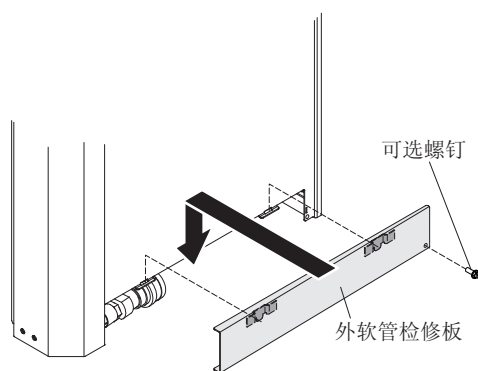

图 61. 安装外软管检修板
- c. (可选) 使用 M4 螺钉将外软管检修板固定到热交换器上 (请参阅图 61)。